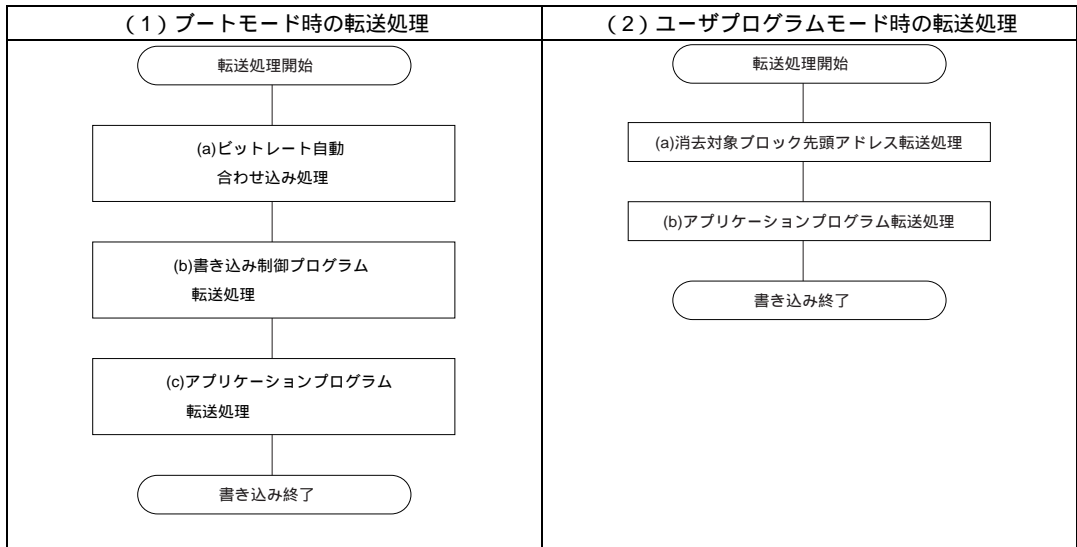

図 2.14 オンボード書き込みソフトウェア各モード時の転送処理
ブートモード、ユーザプログラムモードの実行時、オンボード書き込みソフトウェアは表 2.8 の各転送処理により F-ZTAT マイコンの書き込み/消去を行います。図 2.14 に各モード時の転送処理をフローチャートに示し、以降に図 2.14 の (1) および (2) の詳細を説明します。